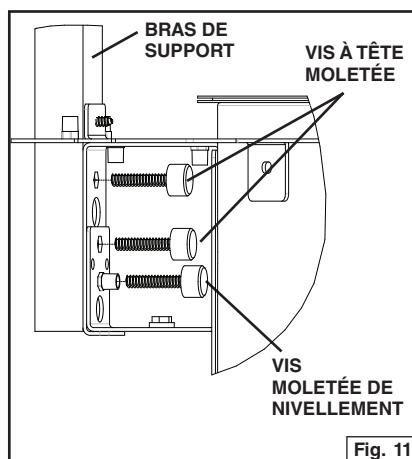

Fig. 11
3. Continuez de fixer le bras à l'unité motorisée avec (2) vis à tête moletée M4 x 24 mm. Posez une dernière vis à tête moletée M4 x 24 mm dans l'insert fileté de la bride de l'unité motorisée. Cette vis servira plus tard à régler le niveau de l'unité. Fig. 11.